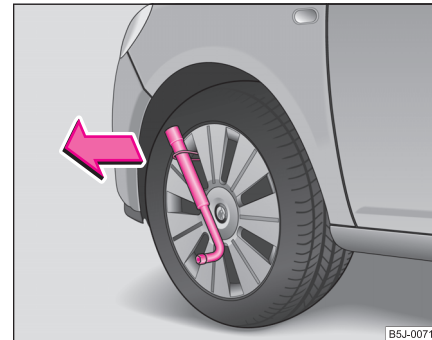

Abb. 168 Radvollblende ausbauen
- Schieben Sie den Radschlüssel durch den Bügel, stützen Sie den Radschlüssel an dem Reifen ab und ziehen Sie die Blende ab ⇒ Abb. 168. ▶